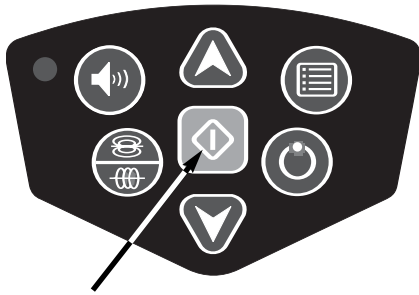

Figura 17 – Tecla 'Seleccionar'
3. Oprima la tecla 'Seleccionar'  (Figura 17) para hacer un tic en el casillero frente a cada frecuencia que se desea utilizar.